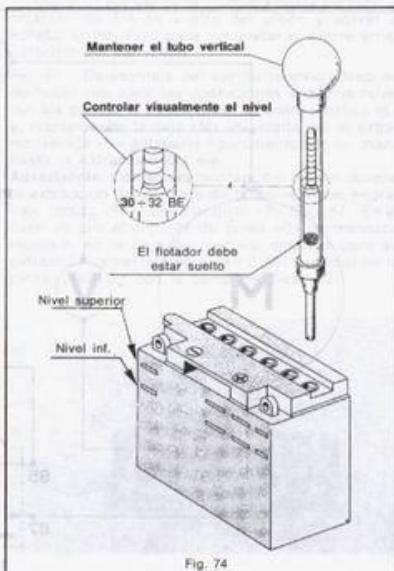

Fig. 74
- 1) Quitar la cinta adhesiva y levantar los tapones, introducir en los elementos ácido sulfúrico de calidad para acumuladores, de peso específico 1,26, correspondiente a 30°, a una temperatura no inferior a 15 °C, hasta alcanzar el nivel superior (véase fig. 74).
El nivel del electrolito, que se debe controlar con frecuencia, debe alcanzar el nivel superior (véase Fig. 74). Para reponer dicho nivel necesita usar **exclusivamente agua destilada**.
Después de haber re puesto el nivel del electrolito, controlar la densidad con el densímetro adecuado (véase Fig. 74). Con batería cargada se deberá medir una densidad de 30-32 °Bé correspondientes a un peso específico de 1,26-1,28 a temperatura no inferior a 15 °C.